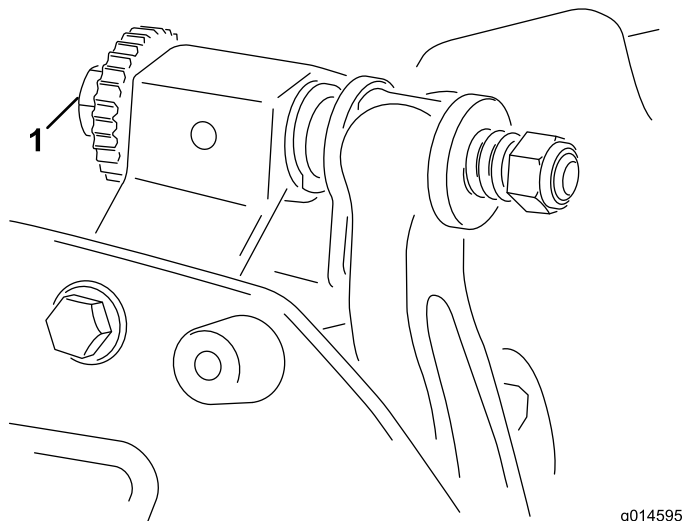

Figura 5
- A. Rotiți șuruburile de reglare pentru bara de cadru în sensul acelor de ceasornic (Figura 5), cu câte 1 clic, până când simțiți și auziți realizarea unui contact ușor.
6. Rotiți șurubul de reglare drept pentru bara de cadru (Figura 5) până când simțiți o presiune ușoară pe pana de fixare la glisarea dintr-o parte în alta. Îndepărtați pana de fixare.